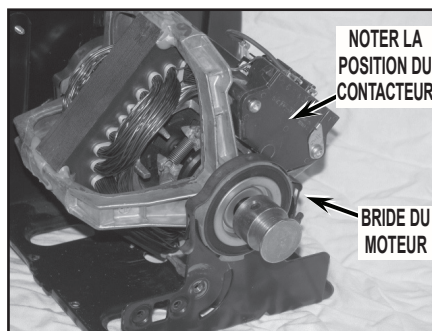

FIGURE 3
5. Placer le moteur comme indiqué en *Figure 3*. Aligner la languette du moteur sur la fente du support moteur. Noter la position du contacteur du moteur (l'orientation du contacteur peut varier).